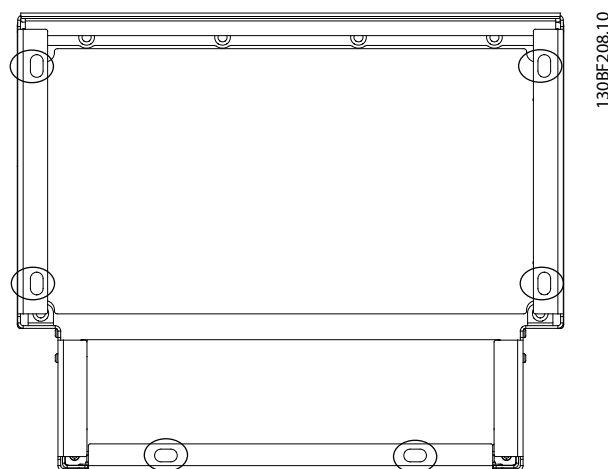

Ilustración 4.3 Puntos de montaje en el suelo del pedestal
3. Ajuste el pedestal al suelo y fíjelo con seis pernos a través de los agujeros de montaje. Consulte las áreas marcadas con un círculo en la Ilustración 4.3.